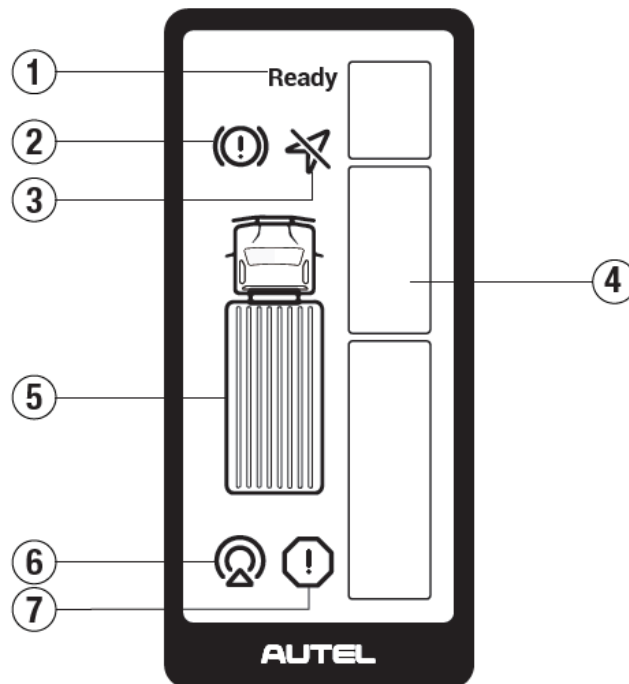

Abbildung 1-4 Beschreibung der Warnleuchte
- **Warnung der Stufe 1** : Der Lenkradwinkel beträgt weniger als 30°, und das Objekt tritt in den Warnbereich ein, dann leuchtet ein Abschnitt von Warnlicht-LEDs auf, wie in Abbildung 1-4 dargestellt.